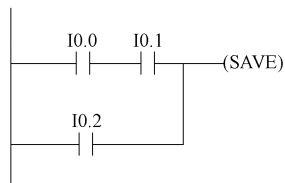

图 4-4 SAVE 指令
**【例】** 图 4-4 所示的例子中，一个梯级的运行结果被保存到了 BR 位。